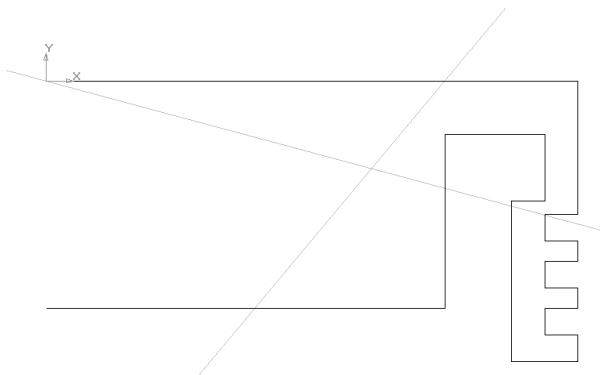

Рис. 3.49
3. Ввод вспомогательных прямых. Нажмите кнопку **Ввод вспомогательной прямой** и с помощью левой кнопки мыши установите ее в центр координат. В окне **Угол** на **Панели свойств** установите **-15** и нажмите **Enter**. На **Панели свойств** установите координаты точки второй вспомогательной прямой (60, 0), нажмите **Enter** и в поле **Угол** введите **50** и вновь нажмите **Enter** (рис. 3.49).